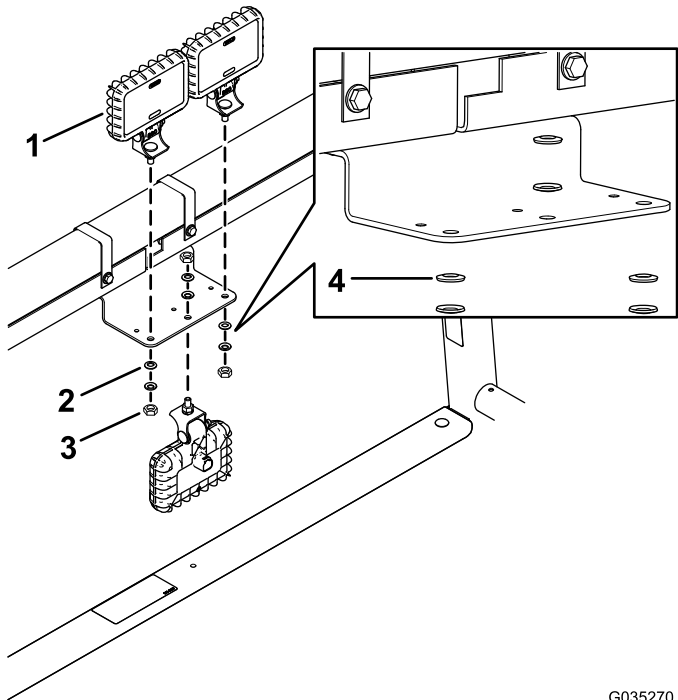

图5
3. 用 3 个凸缘螺母 (已安装到 LED 工作灯上) 和 6 个弹簧垫圈，将 3 个 LED 工作灯安装到工作灯支架上 (图5)。
注意： 确保每个弹簧垫圈都按照凸面朝向凸缘螺母的方向安装，如图5所示。